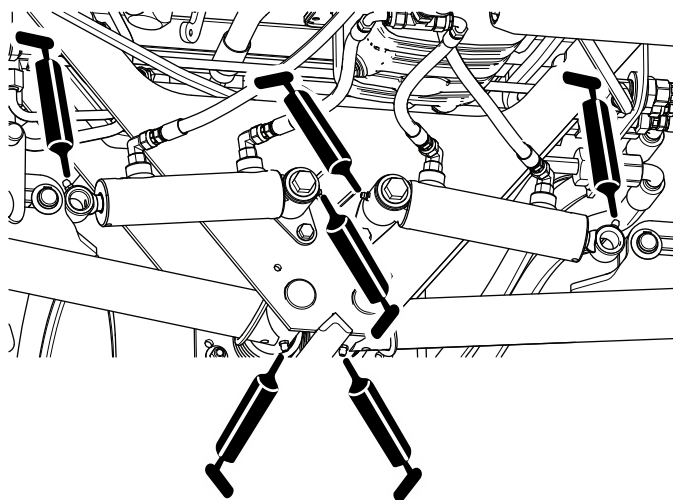

Figure 43
- Pivots de bras de levage arrière et vérins de levage (3 de chaque côté) ; voir Figure 43.